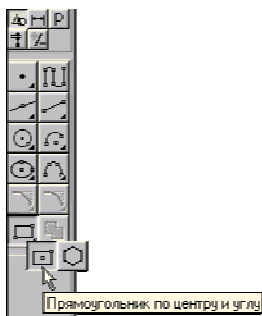

Рис. 1.9.
7. Активізуйте команду **Прямокутник по центру**  та **куту** на Панелі розширених команд вводу багатокутників (рис. 1.9).